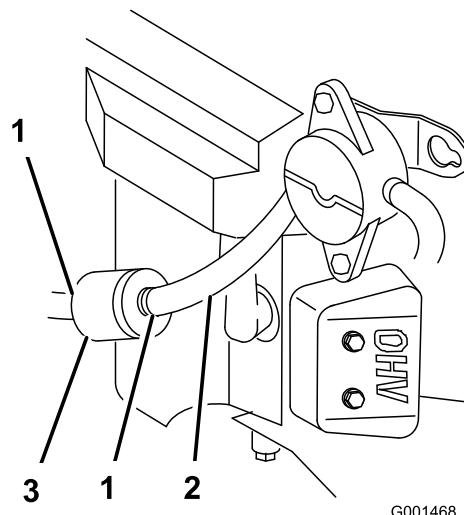

Bild 39
- Schließen Sie den Kraftstoffhahn (Bild 39).
- Drücken Sie die Enden der Schlauchklemmen zusammen und schieben Sie sie vom Filter weg (Bild 39).
- Setzen Sie einen neuen Filter ein und schieben Sie die Schlauchklemmen an den Filter heran (Bild 39).
- Lockern Sie die Schlauchklemme am Kraftstofffilter und schieben Sie sie an der Kraftstoffleitung weg vom Kraftstofffilter (Bild 39).
- Schließen Sie die Kraftstoffleitung vom Kraftstofffilter ab (Bild 39).
**Hinweis:** Lassen Sie das Benzin in einen Benzinkanister oder eine Auffangwanne ablaufen (Bild 39).
- Bringen Sie die Kraftstoffleitung am -filter an. Schieben Sie die Schlauchklemme ganz an den Kraftstofffilter heran, um die Kraftstoffleitung zu befestigen (Bild 39).